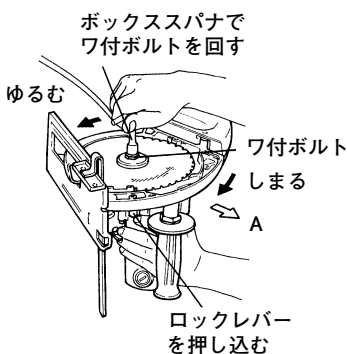

図 12
- (2) 切込み深さを最小にし、安定した床の上にチップソーカッタを置きます。(図 12)
- (3) ロックレバーを押し込みながら、付属のボックススパナでワ付ボルトを静かに回します。
- (4) スピンドルが固定されたらボックススパナを反時計方向に回し、ワ付ボルトとワッシャ (B) をはずします。
- (5) チップソーをA方向へ取り出します。